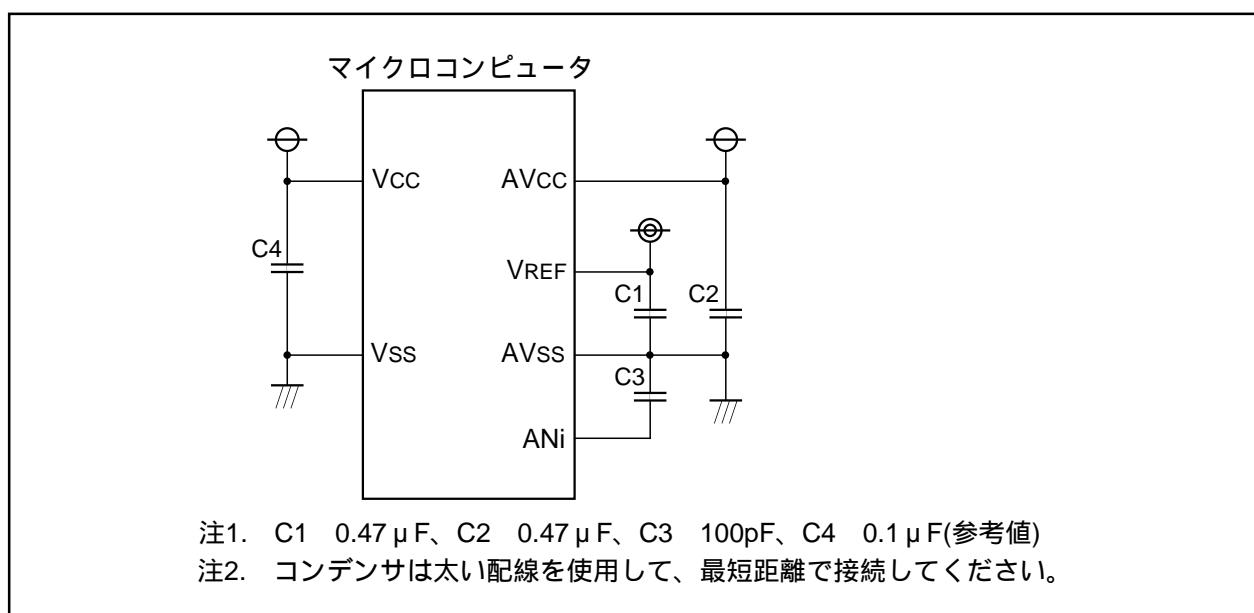

図1.20.10. 各端子のノイズ対策処理例
- (1) アナログ入力端子として使用する端子および外部トリガ入力端子(P97)に対応するポートの方向レジスタは入力に設定してください。
- (2) キー入力割り込みを使用する場合、AN4～AN7は4本ともA-D変換ポートとして使用できません(A-D入力電圧が“L”レベルになると、キー入力割り込みが発生します)。
- (3) ノイズによる誤動作やラッチアップの防止、また変換誤差を低減するため、AVCC端子、VREF端子、およびアナログ入力端子(ANi)とAVss端子の間には、それぞれコンデンサを挿入してください。同様にVCC端子とVss端子の間にもコンデンサを挿入してください。図1.20.10に各端子の処理例を示します。